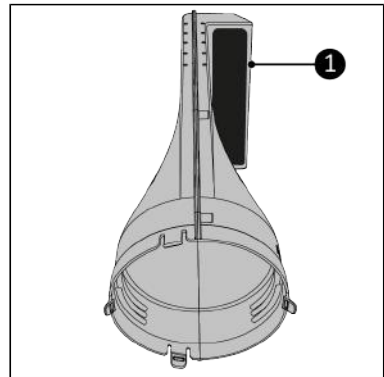

Figure 182.
4. Placez le Way-out devant vous. Assurez-vous que l'ouverture ronde soit en face de vous (Figure 182).
5. Assurez-vous que la sortie d'air (Figure 182, pos. 1) soit dirigée vers la droite.